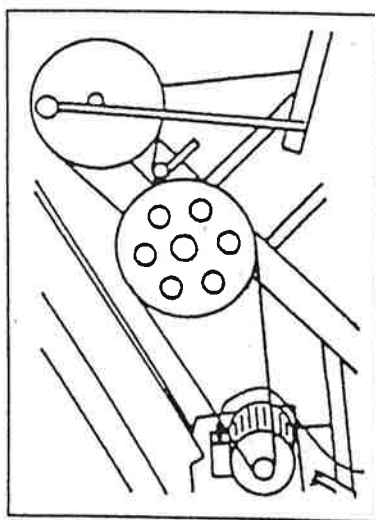

Fig. 11.1
- 11.1 Om vridriktningen stämmer, fig.11.1. Transportmattan måste röra sig uppåt (i annat fall måste den elektriska anslutningen justeras, se avsnitt 10).